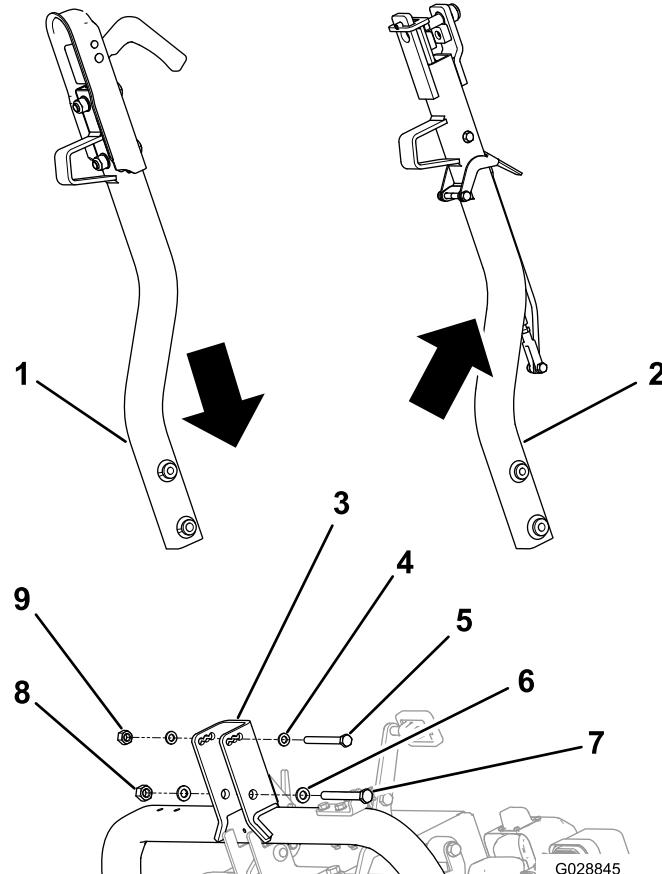

Figure 1
1. Retirez les boulons, les rondelles et les contre-écrous qui fixent l'attelage existant, et déposez l'attelage (Figure 1).